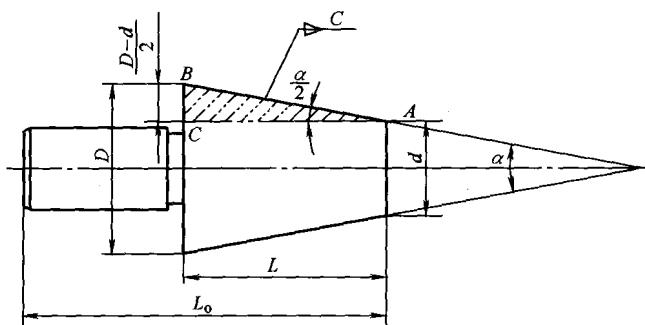

图 4 圆锥的计算
(3) 圆锥的基本参数（图 4）
① 圆锥角 α : 在通过圆锥轴线的截面内，两条素线间的夹角。
② 圆锥半角 $\alpha/2$: 在通过圆锥轴线的截面内，圆锥素线与轴线之间的夹角。车削时经常用到的是圆锥半角 $\alpha/2$ 。
③ 最大圆锥直径 D : 简称大端直径 (mm)。
在图 4 中